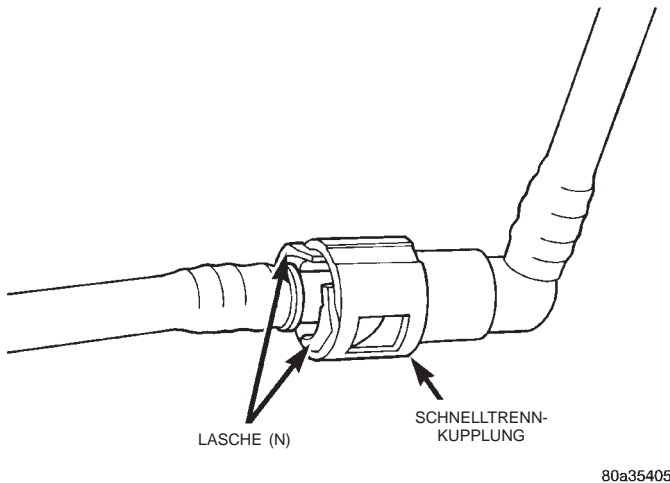

Abb. 18 Schnelltrennkupplung mit zwei Laschen - Beispiel
Diese Kupplungsausführung ist mit zwei Laschen ausgerüstet, die auf beiden Seiten der Schnelltrennkupplung angebracht sind (Abb. 18). Die Laschen dienen zum Lösen der Schnelltrennkupplung von dem jeweiligen Bauteil der Kraftstoffanlage, das instandgesetzt werden soll.
(1) Den Druck in der Kraftstoffanlage abbauen. Näheres hierzu siehe "Kraftstoffdruck in der Kraftstoffanlage abbauen" in diesem Abschnitt.
(2) Das Minuskabel von der Batterie abklemmen.
(3) Vor der Demontage den Anschluß von Schmutz und Fremdkörpern reinigen.
(4) Zum Lösen der Schnelltrennkupplung die seitlichen Kunststoff-Haltetaschen (Abb. 18) mit den Fingern zusammendrücken. Die Verwendung eines Werkzeuges ist nicht erforderlich und würde außerdem den Kunststoffhalter beschädigen. Die Schnelltrennkupplung von dem instandzusetzenden Bauteil der Kraftstoffanlage abziehen. Der Kunststoffhalter bleibt nach dem Abziehen der Schnelltrennkupplung auf dem instandzusetzenden Bauteil. Die O-Ringe und das Distanzstück bleiben im Gehäuse der Schnelltrennkupplung.
(5) Das Gehäuse der Schnelltrennkupplung und das Bauteil der Kraftstoffanlage auf Beschädigungen prüfen. Nach Bedarf austauschen.